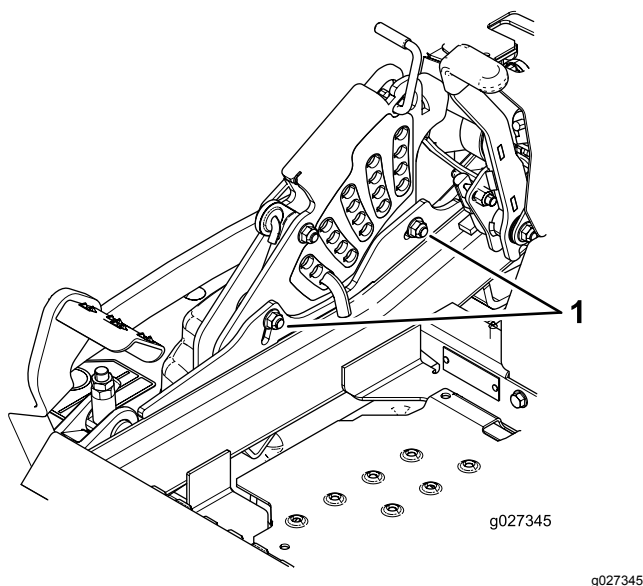

Figura 94
11. Para ajustar el sistema de ajuste de un solo punto, afloje los 2 pernos situados cerca del borde inferior de la pletina de altura de corte (**Figura 94**).
13. Apriete los 2 pernos en el borde inferior de la pletina de altura de corte (**Figura 94**).